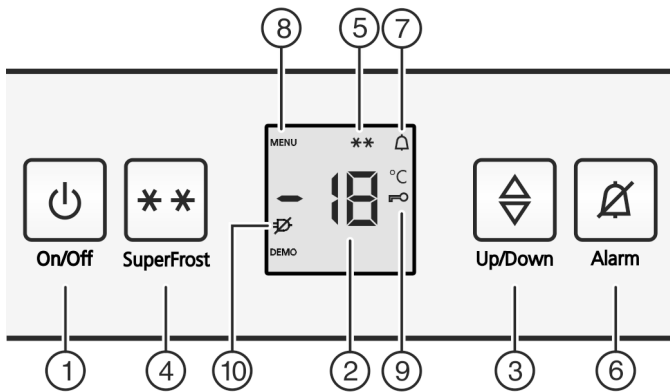

Fig. 2
- ▶ Nyomja meg az On/Off gombot Fig. 2 (1).
- ▶ Beállítási mód aktiválása: Nyomja meg a SuperFrost gombot Fig. 2 (4) kb. 5 másodpercre.
- ▷ A kijelzőn megjelenik a Menü ikon Fig. 2 (8).
- ▶ A SuperFrost billentyűvel Fig. 2 (4) röviden nyugtázza.
- ▷ A gyermekbiztosítás ikon Fig. 2 (9) világít a kijelzőn.
- ▶ Röviden nyomja meg az On/Off gombot Fig. 2 (1).
- ▷ A gyermekbiztosítás ikon Fig. 2 (9) kialszik.
- ▶ Nyomja meg a riasztás gombot Fig. 2 (6).
Egyidejűleg villog a hőmérsékletkijelző és a riasztás ikon *Fig. 2 (7)*.
A figyelmeztető hangjelzés automatikusan elnémul, a riasztás ikon *Fig. 2 (7)* eltűnik és a hőmérsékletkijelző is abbahagyja a villogást, mikor a hőmérséklet újra elégé alacsony.
- ▶ Nyomja meg a riasztás gombot *Fig. 2 (6)*.